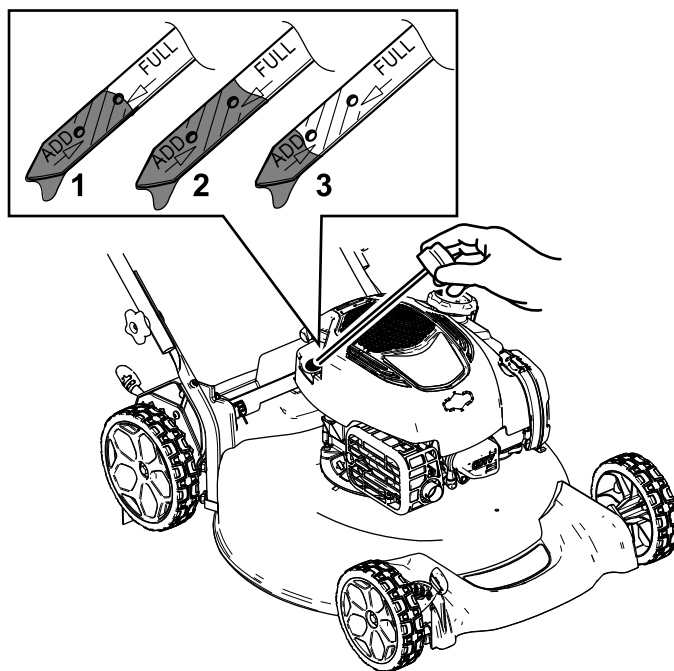

Figura 20
3. Retire la varilla girando el tapón en el sentido contrario a las agujas del reloj y tirando del mismo (Figura 20).
10. Observe el nivel de aceite en la varilla (Figura 20).